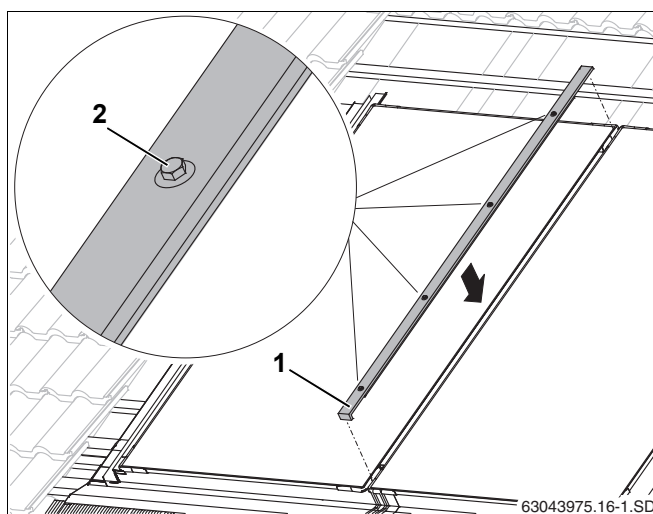

Рис. 51 Средняя накладная планка
- ▶ Вставьте накладную планку (рис. 51, поз. 1) отбортовкой вниз в промежуток между двумя коллекторами и выровняйте её.
- ▶ Начиная снизу, вручную затяните винты (рис. 51, поз. 2) ключом SW 8.